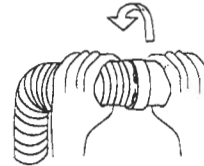

Fig. 2
- Faire tourner dans le sens contraire de celui des aiguilles d'une montre jusqu'à ce que le tuyau souple soit fixé (Fig. 2)
- Draal het tegen de klok in tot de buis vast zit (Fig. 2)
- Girar en sentido opuesto a las agujas del reloj, hasta que el tubo flexible quede fijo. (Fig. 2)
- *Solange entgegen dem Uhrzeigersinn drehen bis der Schlauch fest sitzt (Siehe Abb. 2)*
- Turn the hose anticlockwise until it is firmly in place (Figure 2)
- *Girare in senso antiorario finché il tubo flessibile non viene fissato (Fig. 2)*